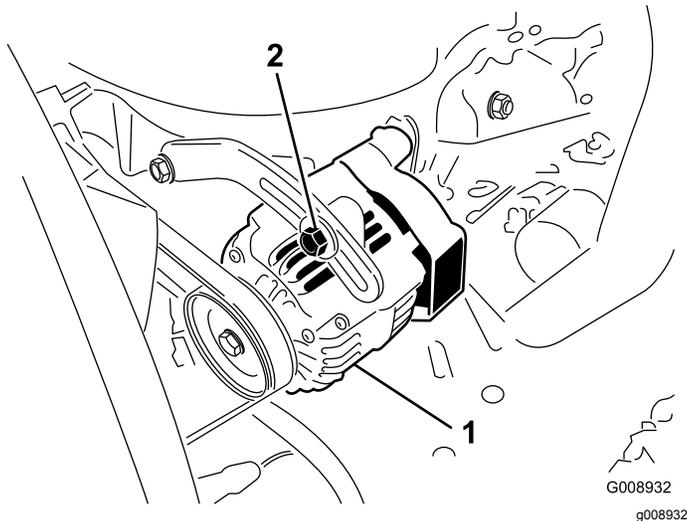

Bild 92
2. Lockern Sie bei einer Durchbiegung von mehr oder weniger als 10 mm die Befestigungsschrauben der Lichtmaschine (Bild 92).